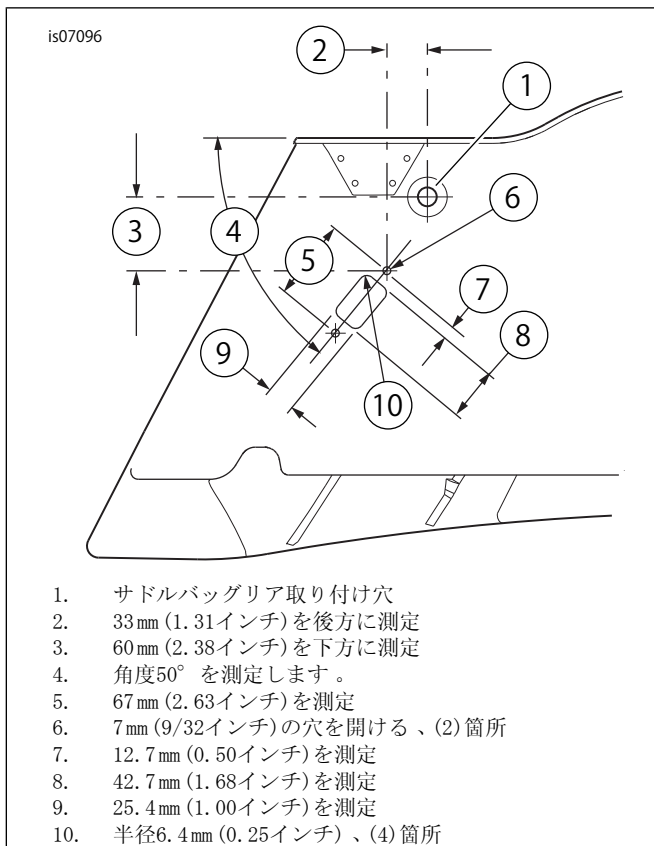

図5。インボードサドルバッグ壁(左バッグ図示)にコネクター穴を穿けます。
- 「図5」を参照してください。サドルバッグジャンパーハーネスコネクター用にインボードサドルバッグ壁に穿ける穴の大体のエリアにマスキングテープを置きます。図のとおり、穴の場所を慎重に測定して印を付けます。